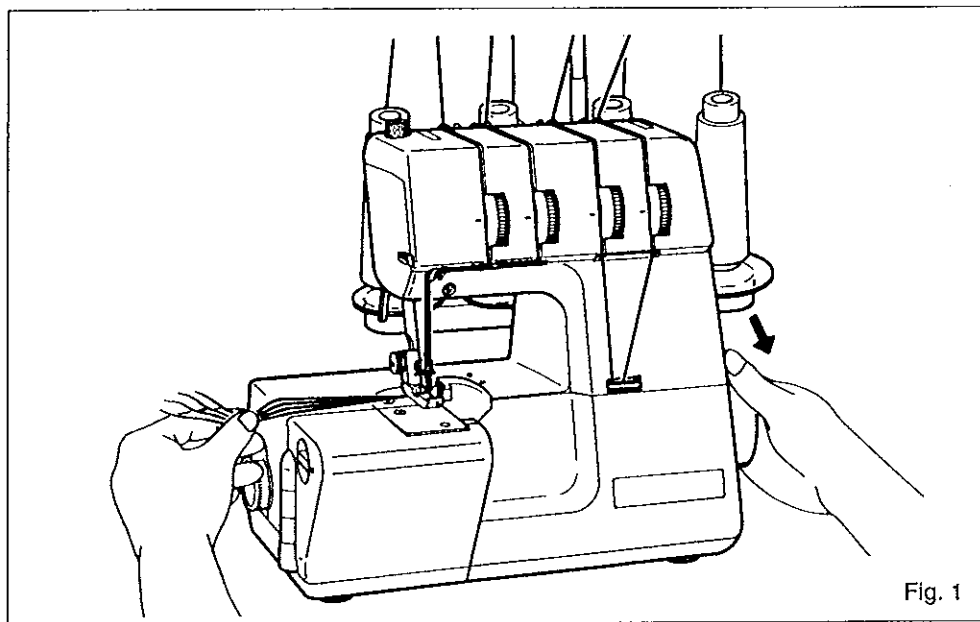

Fig. 1
3. Girare la stoffa, abbassare il premistoffa e cominciare a cucire nella nuova direzione (Fig. 1).
1. Senza stoffa sotto il premistoffa (Fig. 1) abbassate il piedino. Tirate leggermente i capi dei fili verso il retro della macchina con la sinistra, girando con la destra il volantino alcune volte verso di voi.
Regolare su "4" se il bordo del tessuto si arriccia cucendo. (Fig. 1)